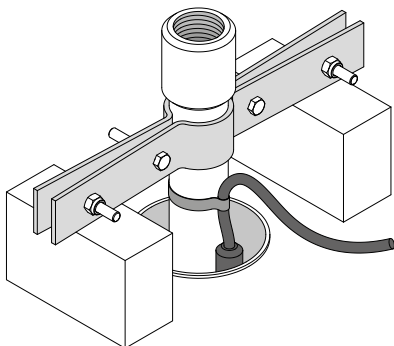

Fig. 7.5 - Per dettagli guardare a pagina 33
- Si consiglia di collegare alla bocca di mandata della pompa per primo un tratto di tubo corto assicurando ad esso il cavo elettrico di alimentazione. All'altra estremità, sotto il manico o la flangia di accoppiamento, fissare una staffa di appoggio (Fig. 7.5).